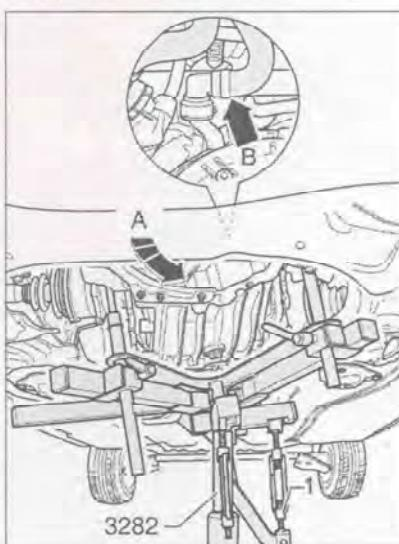

Рис. 7.44. С помощью болта (1) приспособления 3282 поверните коробку передач вправо и вниз (стрелка А).
35. С помощью болта (1) приспособления 3282 слегка поверните коробку передач вправо и вниз (стрелка А) (рис. 7.44).